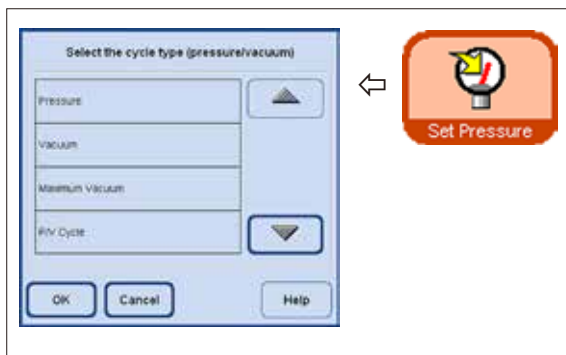

Рис. 133
- Можно установить давление для типа цикла. Для этого нажмите кнопку **SET PRESSURE** и откройте окно **SELECT THE CYCLE TYPE** (рис. 133).